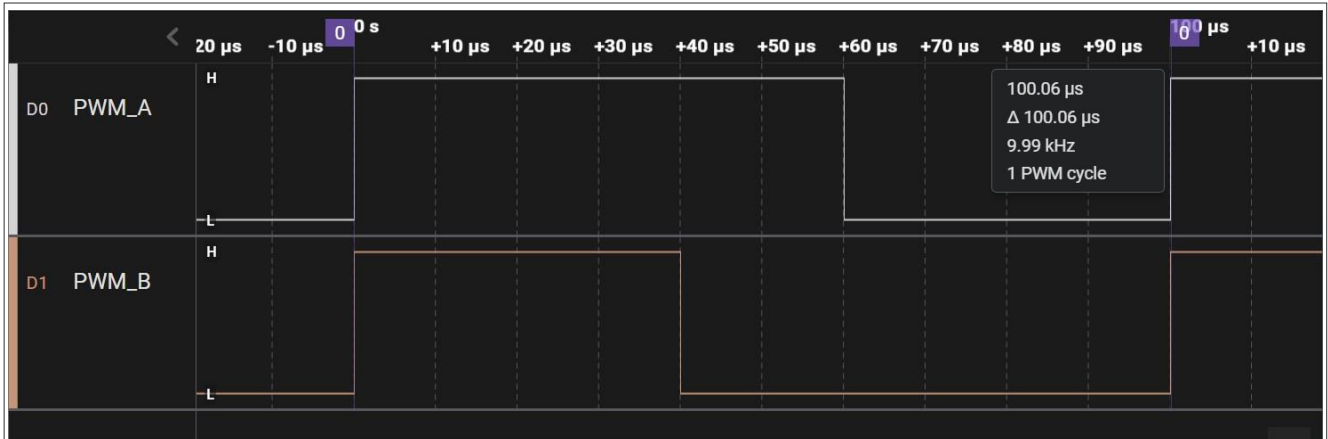

图30. 边沿对齐PWM波形
- PWM_A和PWM_B分别以60%和40%的占空比在边沿对齐PWM模式下工作，如图30所示。